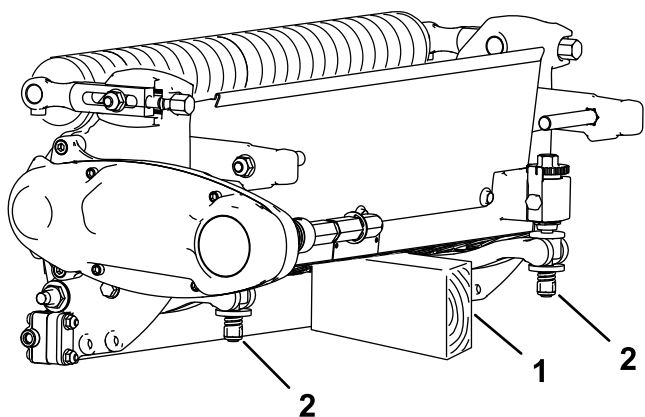

Figure 11
- Déposez l'unité de coupe de la machine, puis soulevez et soutenez l'arrière pour empêcher les écrous, situés à l'arrière des vis de réglage de la barre d'appui, de reposer sur la surface de travail (Figure 11).